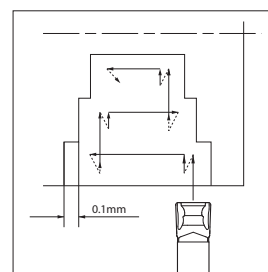

Fig. 3
1. Para aumentar a largura do canal (consulte a Fig. 3), aplique o "Torneamento em Degraus".